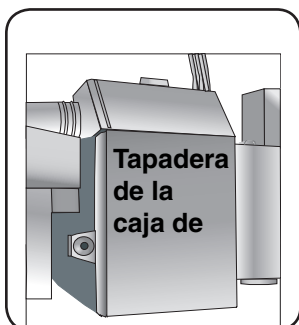

Figura 14
- 1 Quite la tapadera de la caja de conexiones (vea **Figura 14**) levantando y jalándola hacia arriba.